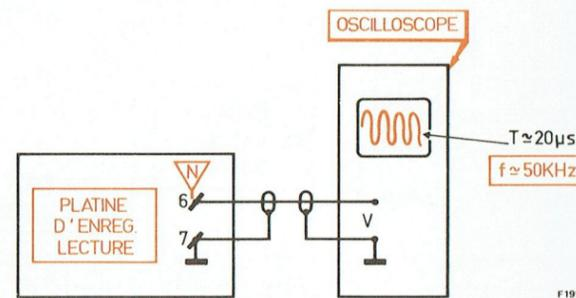

Fig. 10
B. CONTROLE DE LA FRÉQUENCE DE L'OSCILLATEUR (Fig. 10)